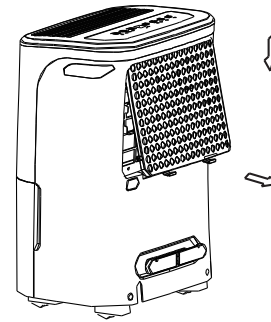

Fig. 8
- Segure a aba no filtro e puxe-a para cima, depois retire-a conforme exemplificado na Fig.8.